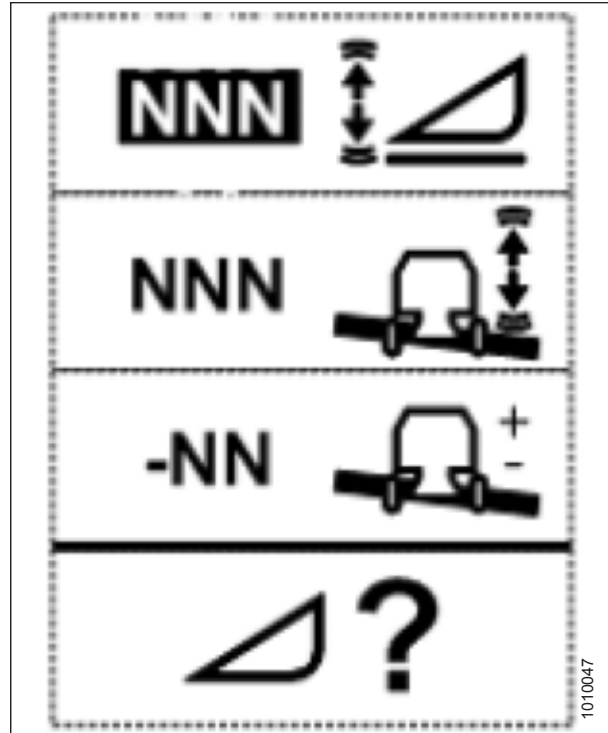

Figure 3.222: Page Modification de la sensibilité de la hauteur
1. Utilisez la touche RÉGLAGES DE LA PLATEFORME (A) pour afficher la page MODIFICATION DE LA SENSIBILITÉ DE LA PLATEFORME comme le montre la figure 3.222, page 160.
2. Vous pouvez utiliser les touches HAUT (B) ou BAS (C) pour régler l'élément mis en surbrillance. La plage du réglage de la sensibilité de la hauteur est de 0 (moins sensible) à 250 (plus sensible) par incréments de 10.